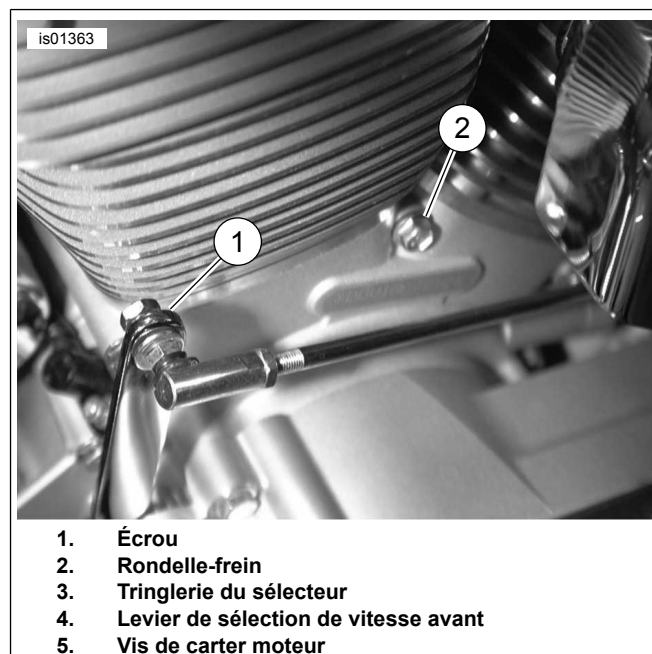
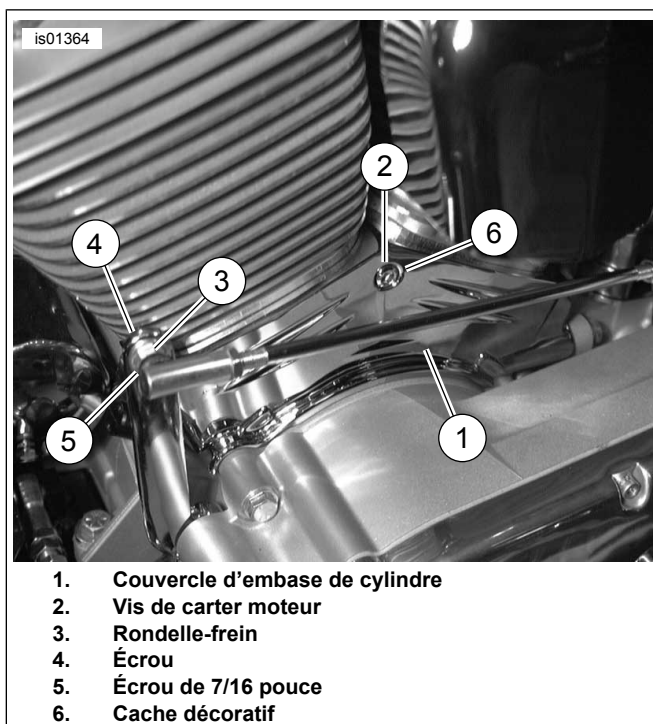

Figure 1. Retirer l'avant de la tringlerie du sélecteur et centrer
Figure 2. Couvercle d'embase de cylindre installé
1. Voir la Figure 1. Retirer l'écrou (1) et la rondelle-frein (2) pour dégager l'avant de la tringlerie du sélecteur (3) du levier de sélection de vitesse avant (4). Conserver l'écrou et la rondelle-frein pour la réinstallation.
2. Retirer la vis de carter moteur (5) de 5/16 pouce centrée entre les cylindres comme indiqué. Jeter la vis.
3. Voir la Figure 2. Prendre le couvercle d'embase de cylindre (1) et la nouvelle vis (2) chromée de carter moteur du kit. Positionner le couvercle d'embase de cylindre sur les cylindres et aligner le trou de montage.
5. Mettre la tringlerie du sélecteur (tige) en position. Appliquer quelques gouttes de LOCTITE 243 (bleu) sur les filets de la vis. Réinstaller la rondelle-frein (3) et l'écrou (4) et serrer à la main.
6. Tout en immobilisant l'écrou de 7/16 pouce (5), serrer l'écrou qui attache l'extrémité avant de la tringlerie du sélecteur à un couple de 27–33 N·m (20–24 ft-lbs).
7. Prendre le cache décoratif (6) du kit et l'installer avec un déclic dans le renforcement laissé après le serrage de la vis de carter moteur.